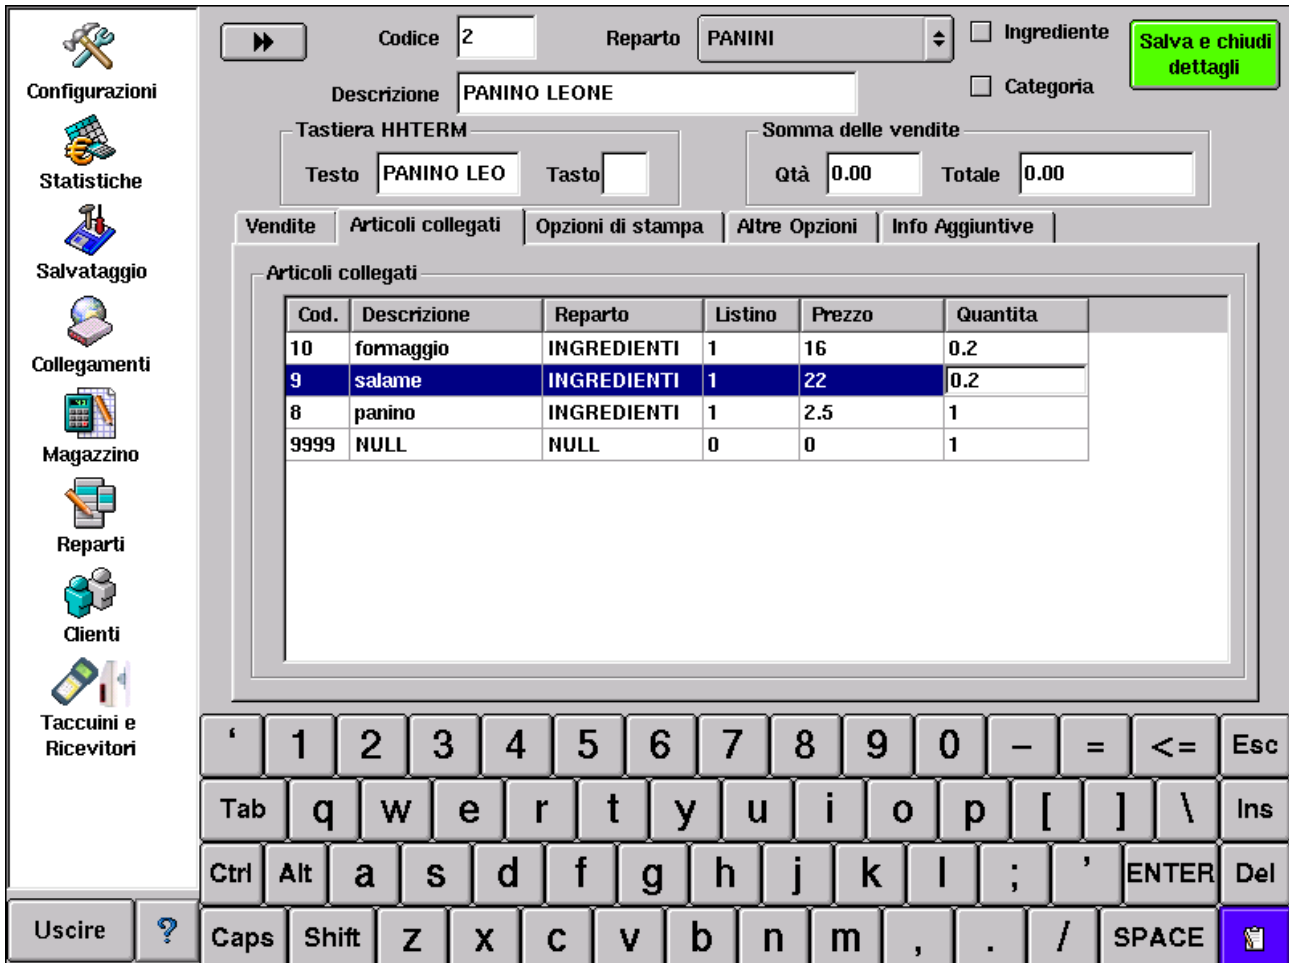

Fig. 4.5.1.2 Modifica quantità o prezzo degli articoli collegati
8. eventualmente modificare il prezzo di vendita e la quantità , vedi Fig. 4.5.1.2
Nel esempio descritto dalla Fig. 4.5.1.2 abbiamo creato un articolo chiamato PANINO LEONE